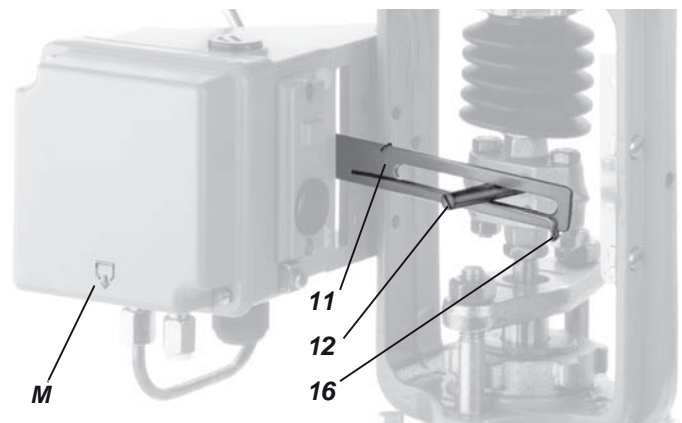

Fig. 12: Ponto de partida do posicionador (montagem no lado esquerdo)
- a) Rosqueie o parafuso viajante **12** no acoplamento do atuador (consulte a Fig. 12).
- i) **Aperte a tampa do invólucro de modo que o respiradouro do dispositivo conectado fique voltada para baixo** (veja a Marca "**M**" na Fig. 12).